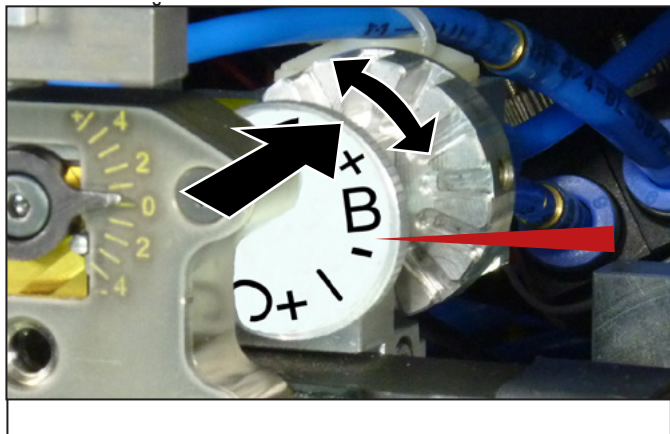

Рисунок 5.4 Регулировка выпускного устройства (установка: В)
- Нажмите регулировочное колесо назад и поверните его так, чтобы требуемое значение было установлено отмеченное положение (см. рисунок 5.4).